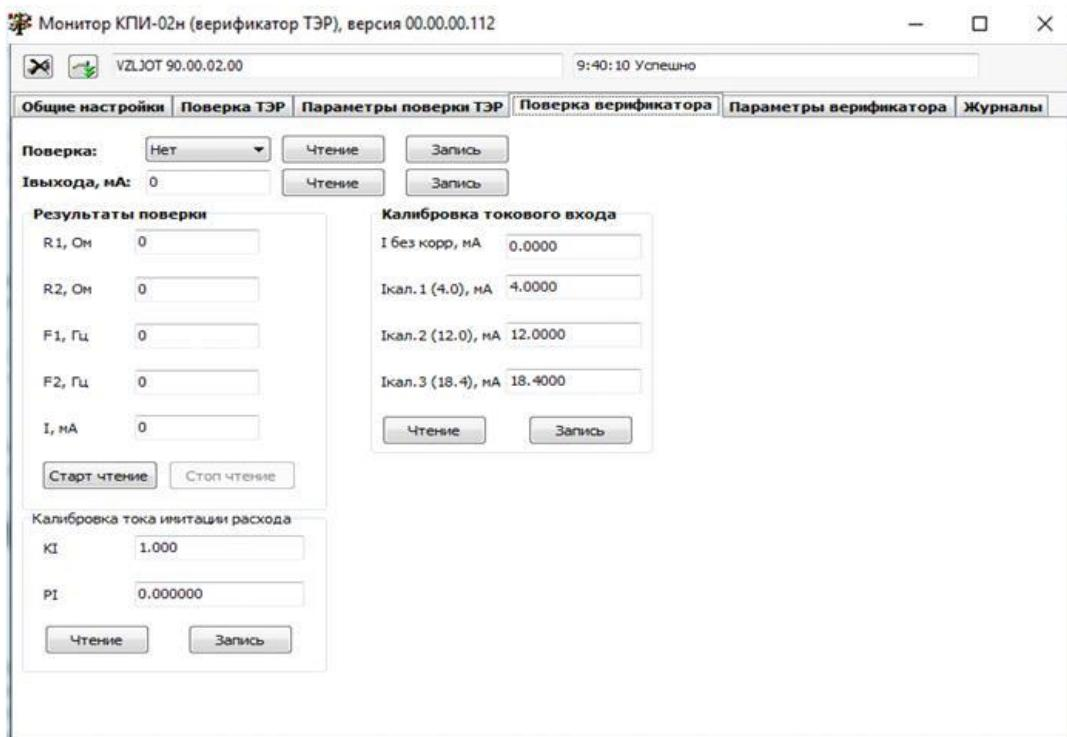

Рис.7. Вкладка «Поверка верификатора».
3.4.5. Вкладка **Поверка верификатора** (рис.7) доступна только для чтения результатов калибровки токового входа КПИ и калибровки тока имитации расхода в режиме работы НАСТРОЙКА в заводских условиях. Процесс поверки верификатора на объекте эксплуатации недоступен.